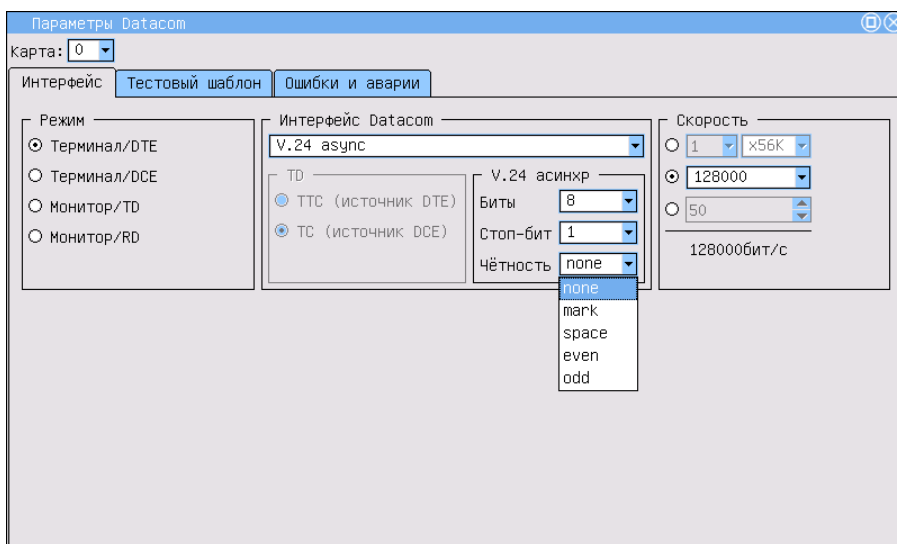

Рис. 3.4. Выбор режимов контроля чётности
- Для асинхронных режимов (поле **V.24 асинхр**) предоставлена возможность настройки дополнительных параметров (рис.3.4):